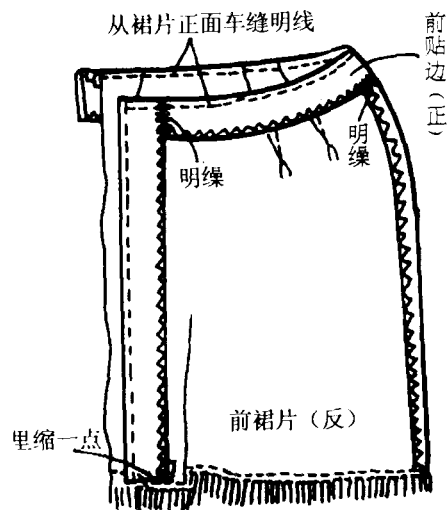

图 1-9
9. 将前贴边及腰口贴边翻转到裙片反面,用熨斗熨烫定型。再从裙片正面顺腰口及前门车缝一道 0.2cm 宽的明线。将前贴边的下端缝份沿净印向贴边反面折转,其折边比裙片底摆里缩一点,然后用手针将其折边与裙片明线固定。在腰口贴边的前端与侧缝处,用手针将腰口贴边与前贴边、侧缝缝份明线固定。见图 1-9。